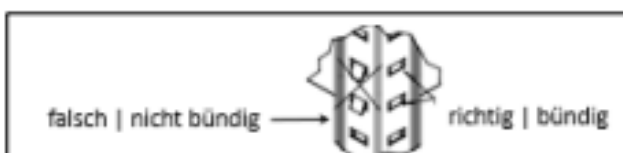

Abbildung 3
- **Schritt 3:** Die beiden Seitenprofile mit 5 Quertraversen (Bauteil C) mit Hilfe des Gummihammers verbinden. Darauf achten, dass die Metallzunge in der Nut bündig steckt und die Metallzunge beim Steckvorgang nicht verbogen wird (siehe Abbildung 3). **Achtung:** Bitte achte darauf, in welchem Abstand Du die Quertraversen anbringst, da dadurch die Höhe deiner 5 Fachböden bestimmt wird.
WICHTIG: Achte bitte bei allen Steckelementen darauf, dass die Zunge mit der Nut bündig steckt (siehe Abbildung 3). Ggf. den Schraubenzieher benutzen, um die Zunge bündig einzustecken. Falls die Zunge verbogen wird, kannst Du auch den Schraubenzieher nutzen, um sie wieder zu begradigen.